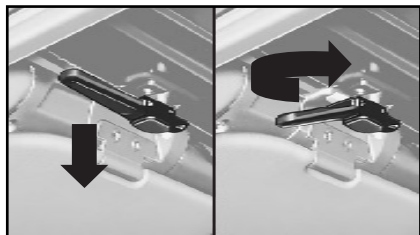

fig. 54
- 2) Impugnare le maniglie, abbassarle, ruotarle verso l'interno vettura **fig. 54** e sollevare la parte anteriore della capote dalla traversa parabrezza.